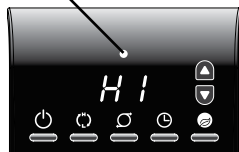

Figura 1
6. Al encender el Calefactor, la unidad estará en calor ALTO (1500 vatios) (**Figura 1**).